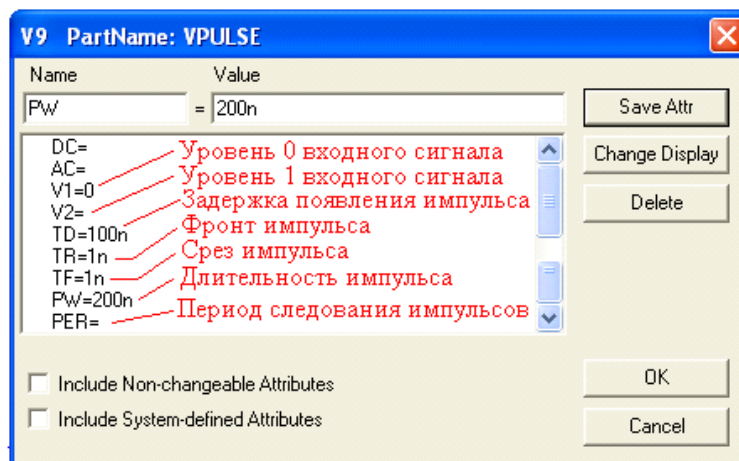

Рис. 6. Окно задания параметров импульсного сигнала
- На вход подключить импульсный источник *VPULSE* с параметрами $U_{\text{вх}}^0=0$, $U_{\text{вх}}^1 = E_{\text{пит}}$, $t_{\text{вх}}=200\text{нс}$ (рис. 6).